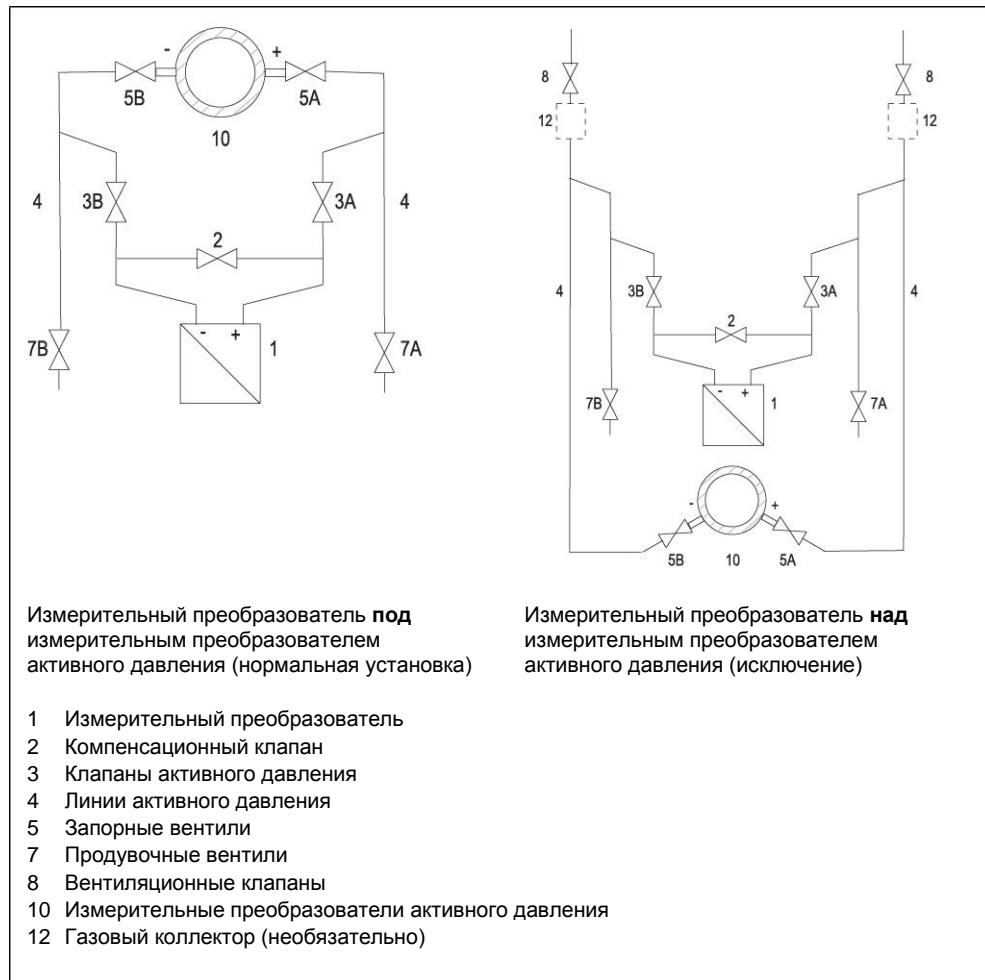

Рис. 35. Измерение жидкостей
1. Откройте оба запорных вентиля (см. 5 на рис. 35) в точках забора давления.
2. Откройте компенсационный клапан (2).
3. При расположении измерительного преобразователя **под измерительным преобразователем активного давления** последовательно откройте оба продувочных вентиля (7). При расположении измерительного преобразователя **над измерительным преобразователем активного давления** приоткройте оба вентиляционных клапана (8), пока не начнет выходить безвоздушная жидкость.
4. Закройте оба продувочных вентиля (7) или вентиляционных клапана (8).
5. Приоткройте клапан линии активного давления (3А) и вентиляционный клапан на камере высокого давления измерительного преобразователя (1), пока не начнет выходить безвоздушная жидкость.
7. Приоткройте вентиляционный клапан на камере низкого давления измерительного преобразователя (1), пока не начнет выходить безвоздушная жидкость.
10. Закройте вентиляционный клапан на камере низкого давления измерительного преобразователя (1).